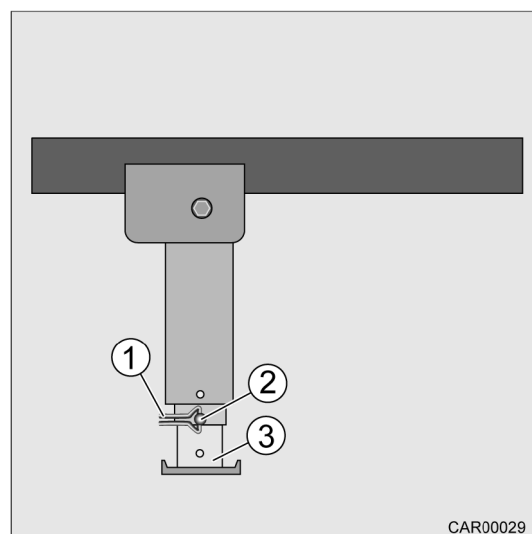

Fig. 60 Béquille arrière à manivelle e-line
3. Enlever la pince de sécurité (Fig. 60/1) de l'axe (Fig. 60/2).
4. Tirer l'axe (Fig. 60/2) hors du prolongement du pied d'appui (Fig. 60/3).
5. Sortir le prolongement du pied d'appui (Fig. 60/3) sur la longueur souhaitée.
6. Enficher l'axe (Fig. 60/2) dans le prolongement du pied d'appui (Fig. 60/3) et le bloquer avec la pince de sécurité (Fig. 60/1).
2. Enlever la pince de sécurité (Fig. 60/1) de l'axe (Fig. 60/2).
3. Tirer l'axe (Fig. 60/2) hors du prolongement du pied d'appui (Fig. 60/3).
4. Glisser le prolongement du pied d'appui (Fig. 60/3) complètement à l'intérieur et enficher l'axe (Fig. 60/2) dans l'alésage.
5. Bloquer l'axe (Fig. 60/2) avec la pince de sécurité (Fig. 60/1).